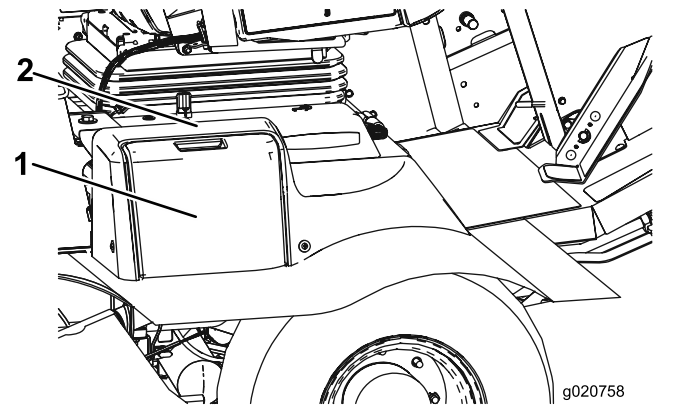

Figura 61
1. Abra la tapa de la batería, situada en el lado de la cubierta (Figura 61).
**Nota:** Presione hacia abajo sobre la superficie plana situada encima de la tapa de la batería para facilitar la apertura de la tapa (Figura 61).